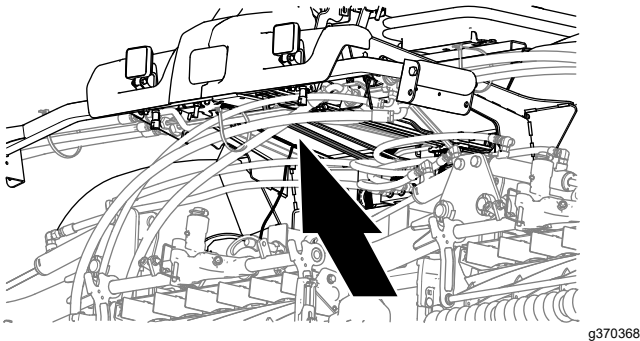
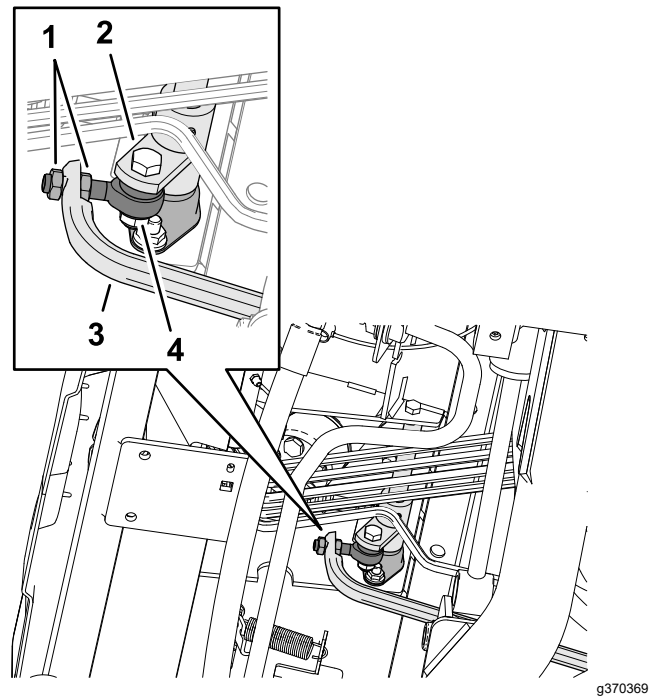

Figura 151
Figura 152
5. Ajuste las tuercas autoblocantes del extremo de la varilla para desplazar la varilla de tracción hacia delante y eliminar el movimiento de la máquina hacia delante, o bien hacia atrás (Figura 151 y Figura 152).